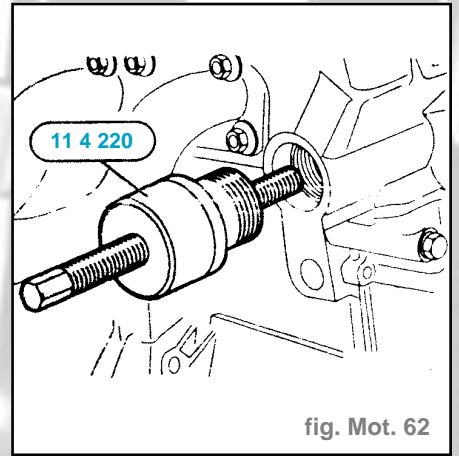

fig. Mot. 62
- Monter l'outil spécial 11 4 220 (fig. Mot. 62).